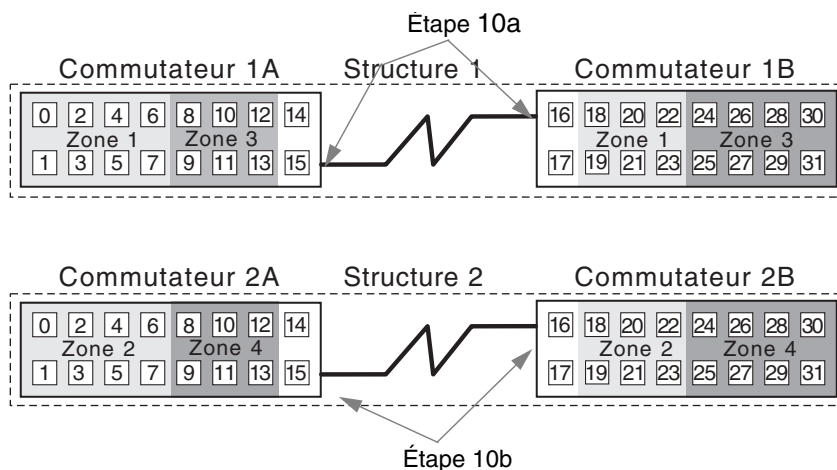

FIGURE 7 Connexion de commutateurs distants pour terminer des environnements de structure (fabric)
10. Achevez l'environnement de la structure (fabric) comme suit (voir FIGURE 7) :